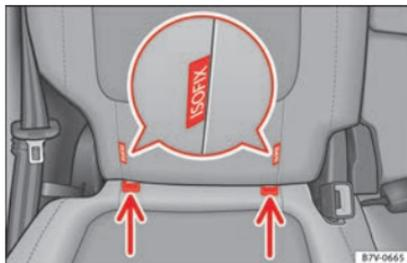

Abb. 38 Version 2: Kennzeichnung der unteren Kindersitzverankerungspunkte am Fahrzeugsitz.
- Kindersitz in Pfeilrichtung auf die Halteösen » » **Abb. 38** stecken. Kindersitz muss sicher und hörbar einrasten.
- Kindersitz auf die Sitzfläche stellen und die Haken der Befestigungsgurte in die Halteösen » » **Abb. 38** einhängen.